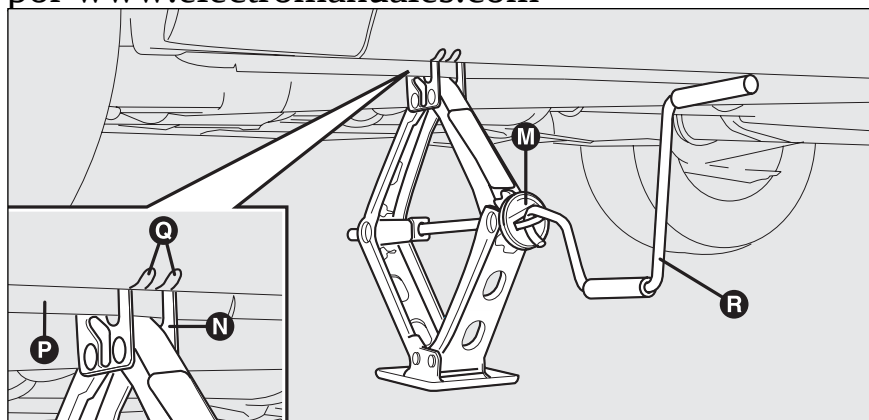

fig. 7
- ☐ accione el dispositivo **M**-fig. 7 para abrir el gato hasta que la ranura **N** en la parte superior del gato se introduzca correctamente en el perfil inferior **P** ubicado en el chasis en correspondencia a la indicación **Q** (a unos 72 cm del centro de la rueda delantera, o bien, a 75 cm del centro de la rueda trasera);
- ☐ introduzca la manivela **R**-fig. 7 para permitir accionar el gato y levante el coche hasta que la rueda se alce del suelo de algunos centímetros;
- ☐ accione la manivela **R-fig.7** para bajar el coche y quite el gato;